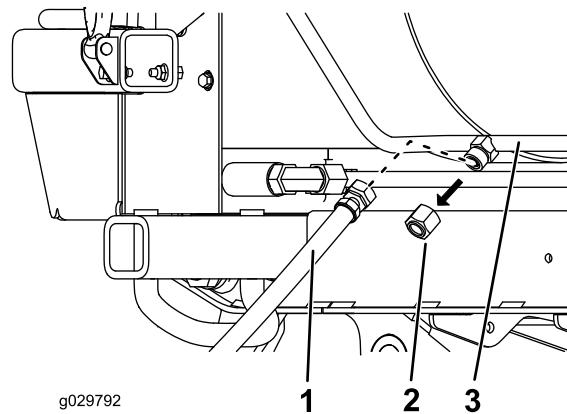

図 15
- A. オイルクーラの戻りホースのハードラインからキャップを外す図 15。
- B. ハードラインに短いホースをねじ込む図 15。